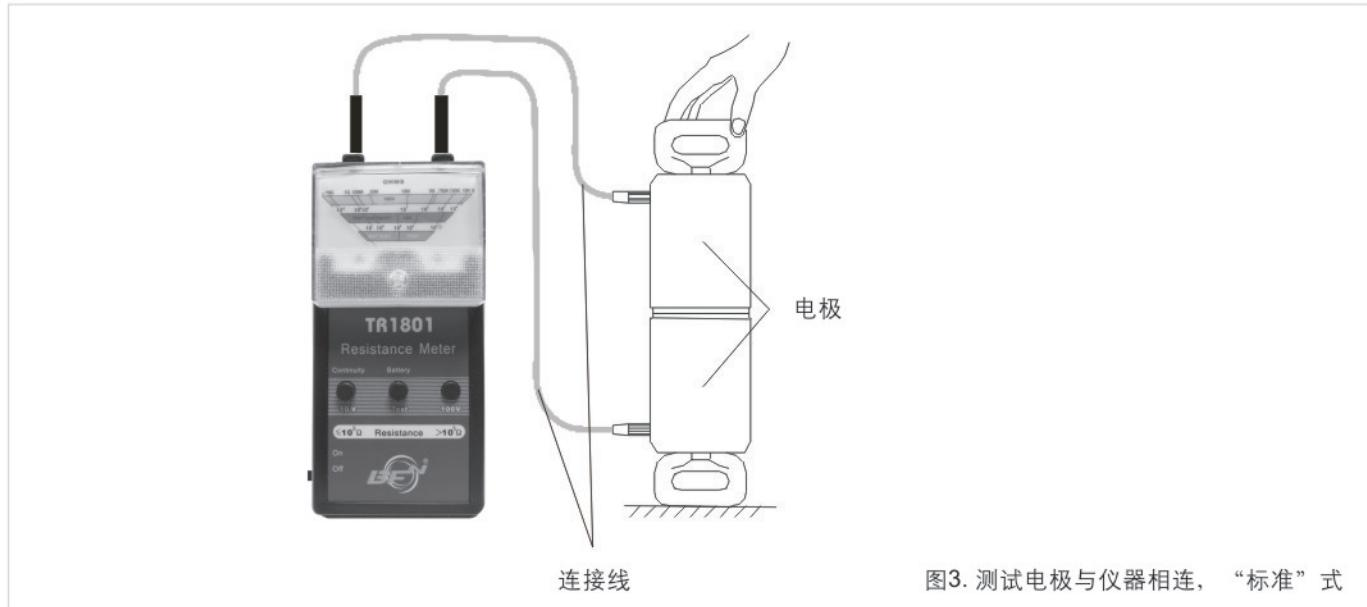

图3. 测试电极与仪器相连，“标准”式
- 将电极放置在平整表面，如图3所示，抓住上面的电极的把手（“标准”式）；